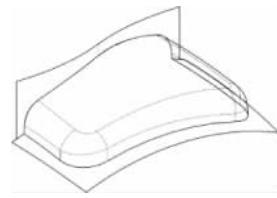

图 3-48 修剪拉伸片体
(40) 以拉伸曲面和扫掠曲面为目标片体,偏置曲面为边界片体,修剪拉伸片体,如图 3-48 所示。